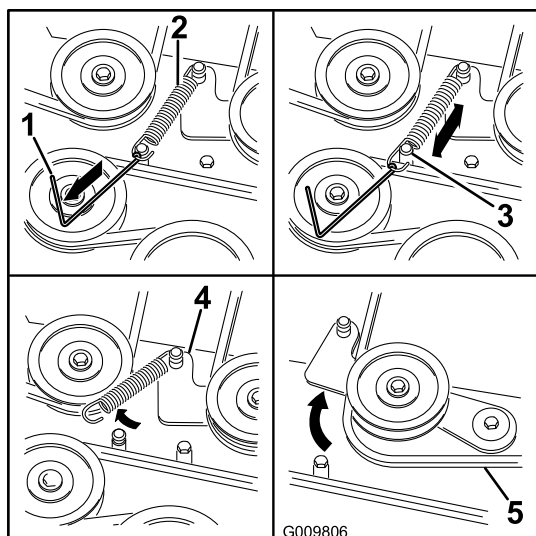

Figura 74
7. Servendovi di un attrezzo per la rimozione delle molle (n. cat. Toro 92-5771), sganciate la molla di rinvio dal perno del piatto di taglio per eliminare la tensione dalla puleggia tendicinghia (Figura 74).
- Montate la nuova cinghia attorno alle pulegge del tosaerba e alla puleggia della frizione, sotto il motore (Figura 74).
- Servendovi di un attrezzo per la rimozione delle molle (n. cat. Toro 92-5771), agganciate la molla di rinvio al perno del piatto di taglio per mettere in tensione la puleggia tendicinghia e la cinghia (Figura 74).